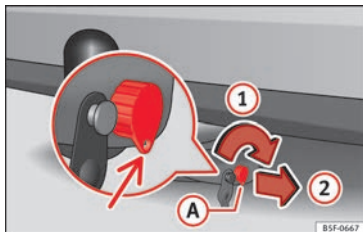
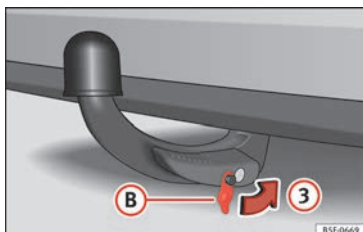

Abb. 213 Schloss sperren
Abb. 214 Abdeckkappe auf das Schloss setzen
- Drehen Sie den Schlüssel (A) in Pfeilrichtung ①, bis sich der gelochte Teil des Schlüssels unten befindet » Abb. 213.
- Ziehen Sie den Schlüssel in Pfeilrichtung ② ab.
- Setzen Sie die Abdeckung (B) in Pfeilrichtung ③ auf das Schloss » Abb. 214 » ①.